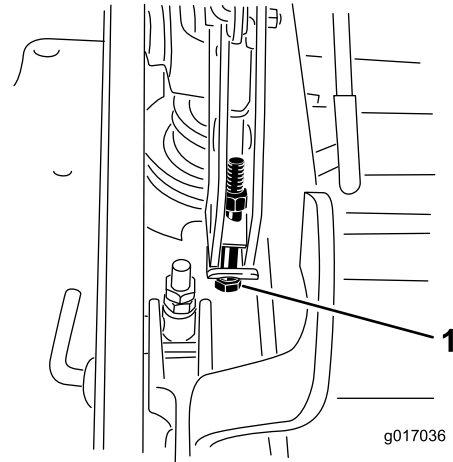

**Figura 128**
**Nota:** En máquinas con carcasa de descarga trasera, la carcasa de corte viene de fábrica acoplada a los taladros traseros. Consulte Figura 128. Si es necesario, utilice los taladros delanteros para obtener un ajuste mayor durante la nivelación de la carcasa de corte.